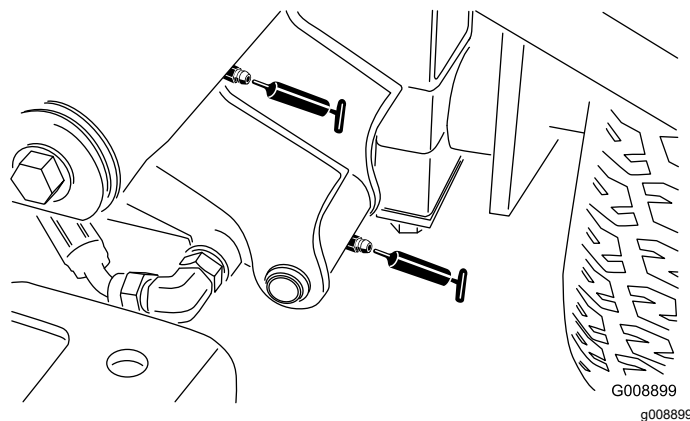

Рисунок 61
- Цилиндр поворота и подъема левого переднего подъемного рычага (2 места) (Рисунок 61)